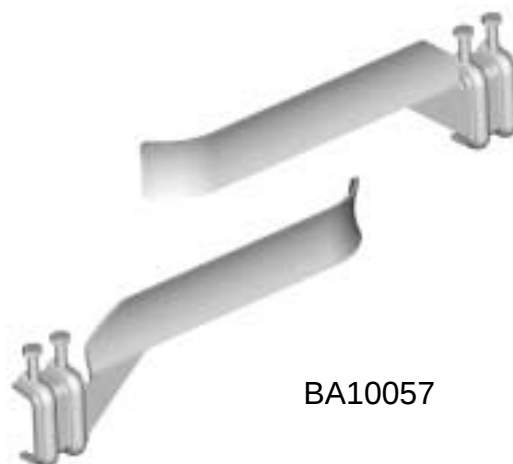

Fig. 7
Pour déterminer la course de la partie mobile, il faut positionner deux cames sur les extrémités de la crémaillère. (Fig. 7).
- 1 - **Après avoir positionné les cames de fin de course sur la crémaillère (Fig.7 page4),** mettre le Dip1 sur ON. Le voyant lumineux DL5 commencera à clignoter.